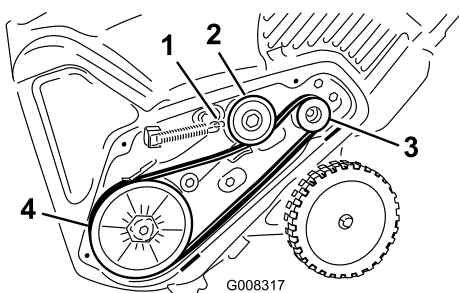

Figura 35
5. Instale la correa de transmisión nueva, enrutándola como se muestra en Figura 35.
8. Instale el muelle del freno en el brazo tensor (Figura 35).